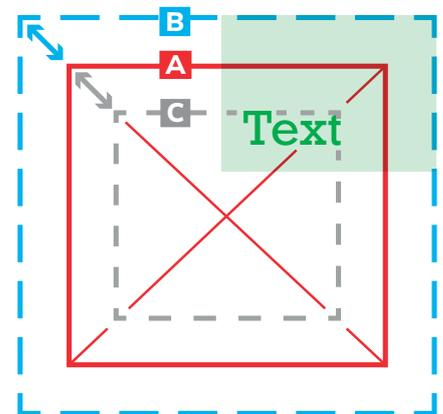

Abb. 1
1. Viereckige Zuschnitte (Abb. 1):